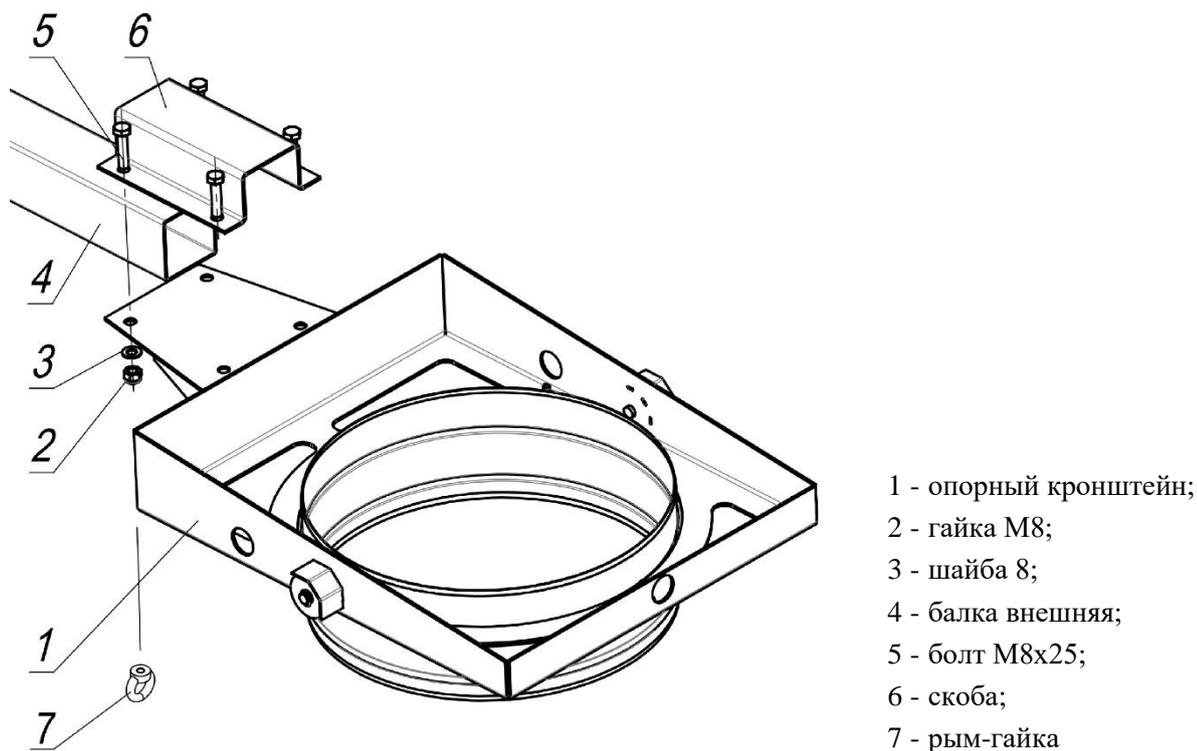

Рисунок 7 – Монтаж опорного кронштейна
4.5.1 Установить опорный кронштейн свободном конце балки внешней и закрепить скобой и болтами М8х35 (рисунок 7). Для последующего крепления троса управляющего на один из болтов вместо гайки М8 навинтить рым-гайку (поз. 7).